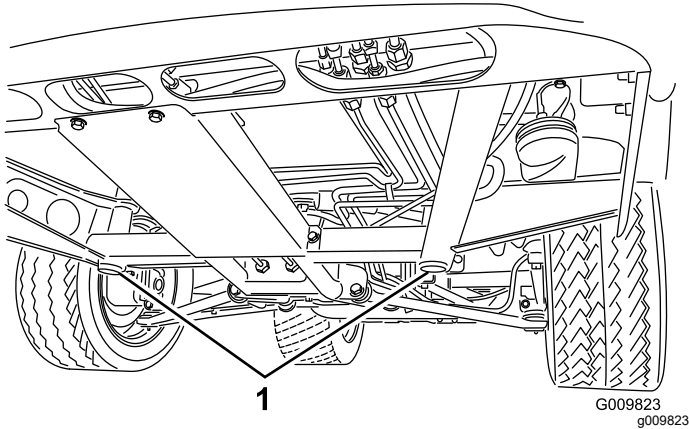
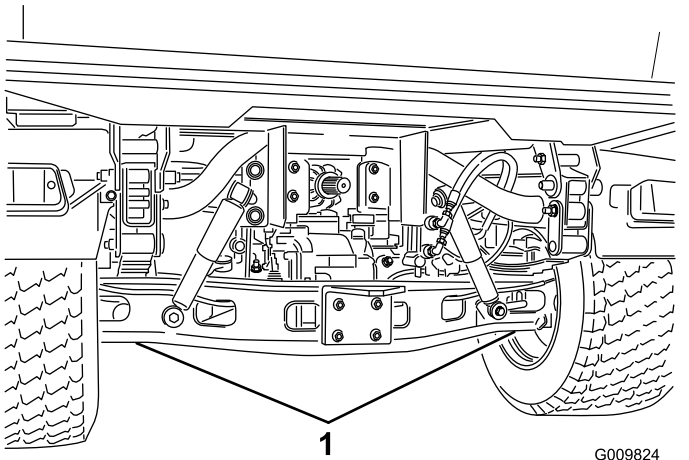

Figura 36
Figura 37
- El punto de apoyo del gato en la parte delantera de la máquina se encuentra en el travesaño central delantero del bastidor (Figura 36), y en la parte trasera está debajo del tubo del eje (Figura 37).